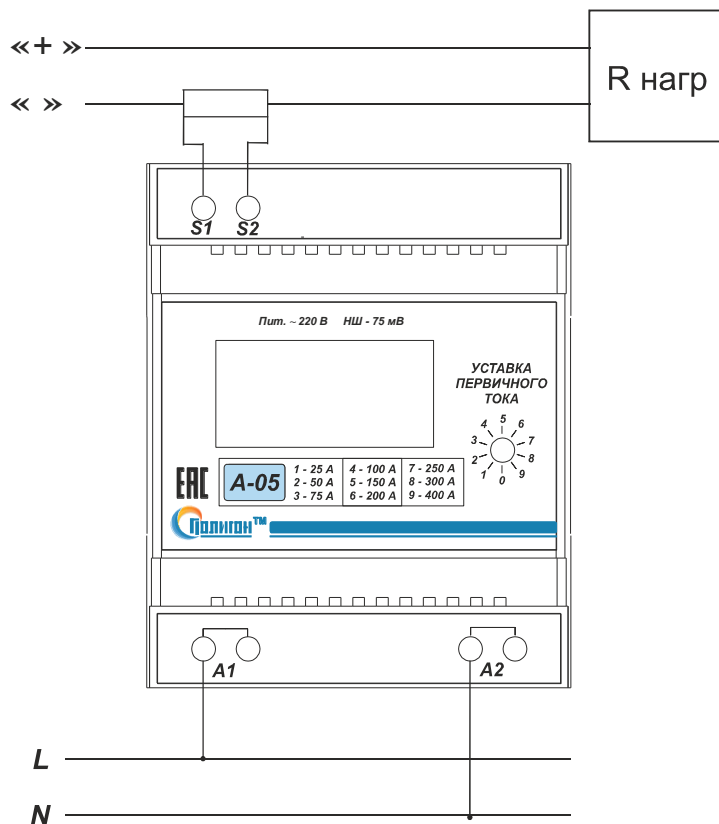

Рис.1. Типовая схема подключения амперметра «А-05»(DC-2).
4.3. Произвести подключение входной контролируемой сети, цепей питания согласно маркировке (Рис.1.): А1, А2 – питание; S1(-), S2(+) – измерительная цепь шунта. Сечение подключаемых проводов должно быть 1,0... 1,5 мм². Для исключения наводок в измерительной цепи для подключения рекомендуется использовать витую пару проводов минимальной длины.